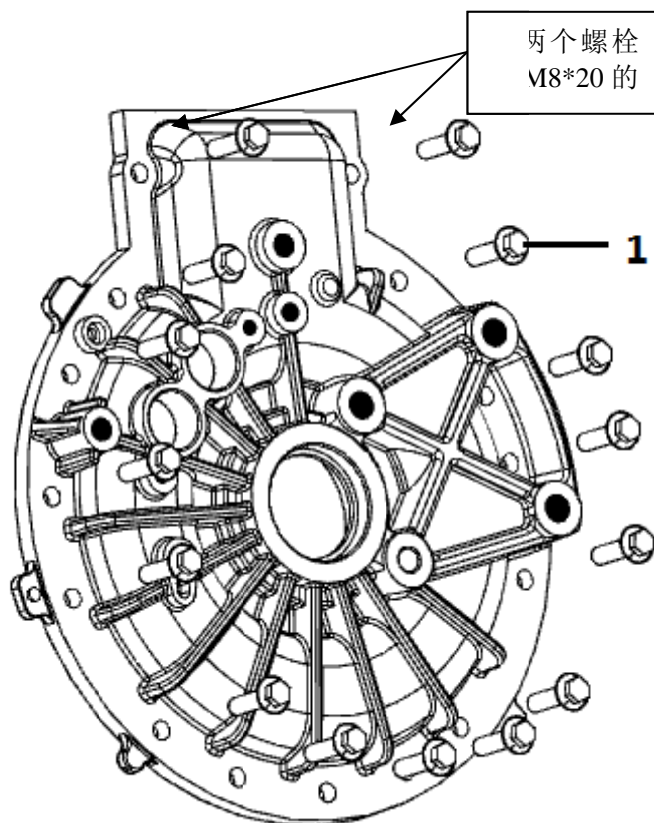

图5
- ①用扳手将法兰面螺栓扭下。
- ②用专用工具将端盖从壳体上取下来。由于之前装端盖时在接合面处涂抹了密封胶，在端盖拆下后要对电机内部进行清洁，不得让异物掉入电机内部。
- ④对电机内部进行维修完毕后，要对端盖进行安装。安装端盖时：先在箱体接合面处涂抹上密封胶，利用定位销对端盖与箱体进行定位，然后用扭力扳手将M8*30法兰面螺栓（1）扭紧，力矩25N。（见图5）